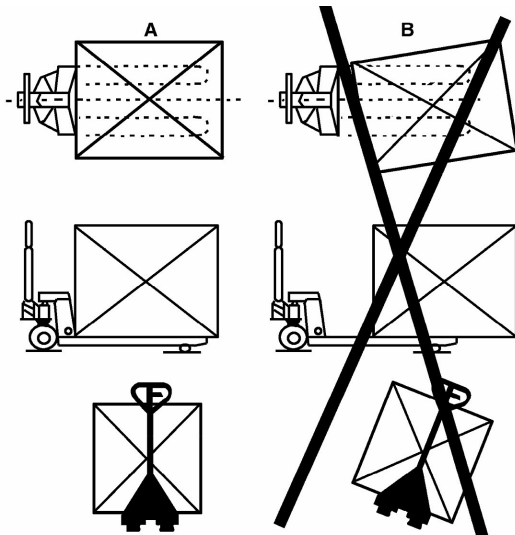

Abb. 12: Korrekte Position der Last beachten
- Vor dem Anheben der Last den Hubwagen im Zentrum unter der Last positionieren (Abb. 12 A).